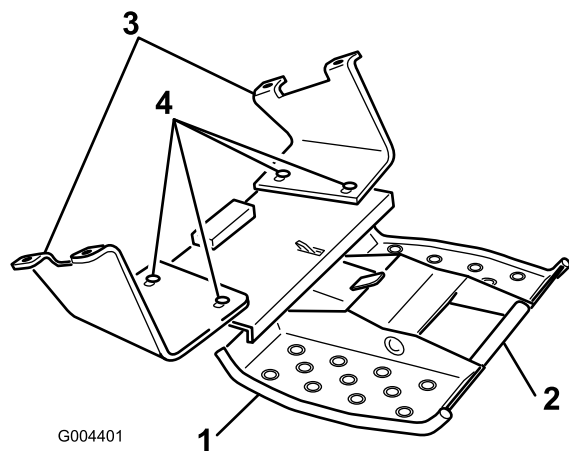

Bild 4
3. Fassen Sie den Plattformgriff an und ziehen Sie, um die Plattform zu verlängern (Bild 4).
4. Lockern Sie die vier Schrauben und Muttern mit der Hand, mit denen die Plattform an den Befestigungshalterungen befestigt ist (Bild 4).
7. Richten Sie die Plattform so aus, dass sie auf der Maschine zentriert ist. Ziehen Sie dann die vier Schrauben und Muttern an, mit denen die Plattform an den Befestigungshalterungen befestigt ist, mit 91 bis 113 Nm an (Bild 4).